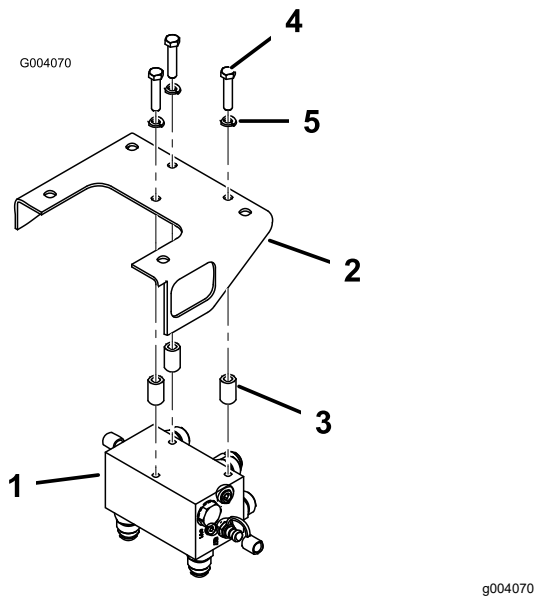

Bild 5
4. Befestigen Sie die Verteiler mit drei Schrauben (3/8" x 1-3/4"), Sicherungsscheiben (3/8") und Distanzstücken an der Unterseite der Verteilerhalterung. Setzen Sie die Distanzstücke zwischen die Verteilerhalterung und der Oberseite des Verteilers. Der Verteiler muss so ausgerichtet sein, dass die Anschlussstücke nach hinten und unten zeigen (**Bild 5**).